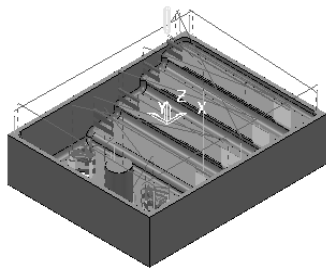

图 2-58 生成的刀具路径
9) 在“偏置平坦面精加工”对话框中单击“应用”按钮和“接受”按钮，确定参数并退出对话框，生成的刀具路径如图 2-58 所示。